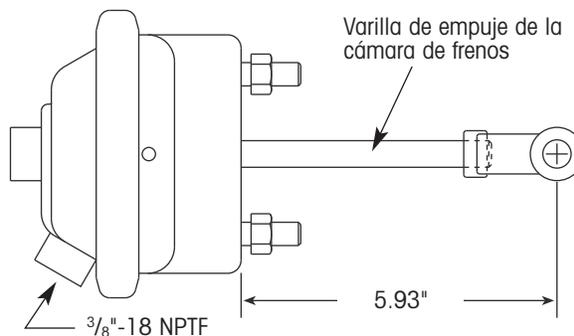

Figura 72. Longitud libre de la cámara de frenos
12. Mida la varilla de empuje de la cámara de frenos. Si es necesario, gire la horquilla para obtener una longitud libre de 5.93 pulgadas (figura 72).